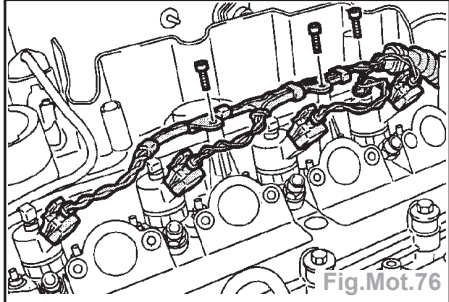

Fig.Mot.76
- Débrancher les fiches multibroches des injecteurs (Fig.Mot.76).
- Pour déposer l'injecteur n°2, 3 ou 4 : enlever les 3 vis et mettre le faisceau d'injecteurs sur le côté (Fig.Mot.76).